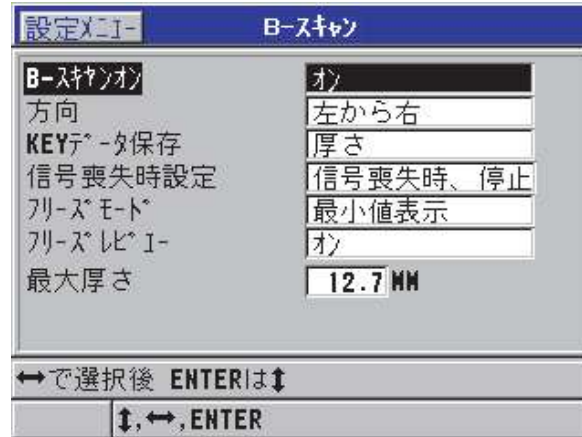

図 9-4 B- スキャンパラメータの変更
B-スキャンは、B-スキャン画面で設定することができます（154 ページ図 9-4 参照）。この画面には、[設定] を押した後メニューから B-スキャンを選択してアクセスします。
1. B- スキャン画面（154 ページ図 9-4 参照）で、KEY データ保存を厚さ + B- スキャンにします。